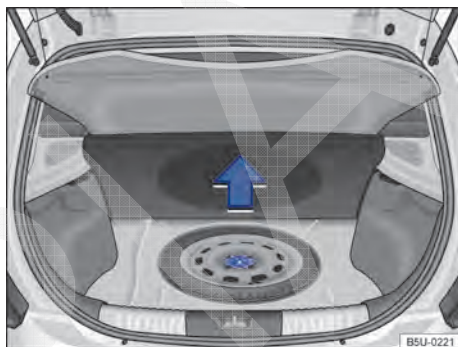

Fig. 160 No compartimento de bagagem, sob o revestimento de assoalho: roda de emergência e ferramentas de bordo.
As ferramentas de bordo e a roda de emergência estão localizadas no compartimento de bagagem, sob o revestimento do assoalho → Fig. 160.
- Levantar o revestimento do compartimento de bagagem → Fig. 160.